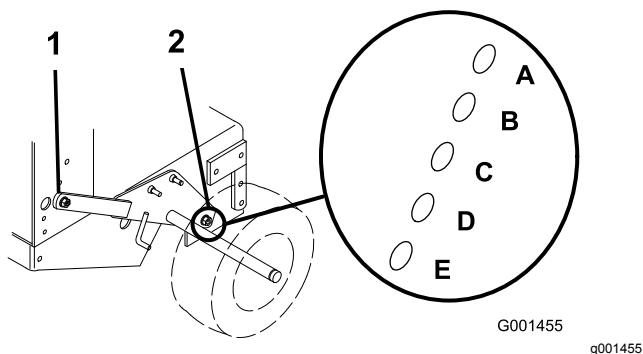

Figure 16
3. Desserrez, mais n'enlevez pas, les 2 boulons de pivot et les 2 boulons de réglage de l'essieu (Figure 16).
4. Placez un cric sous le bâti du moteur, au centre et à l'arrière. Soulevez l'arrière du bâti du moteur jusqu'à ce qu'il soit possible de déposer les 2 boulons de réglage de l'essieu avant (Figure 16).
5. Levez ou abaissez le bâti du moteur à l'aide du cric de sorte à pouvoir insérer les 2 boulons de réglage de l'essieu avant dans les trous qui conviennent (Figure 16).